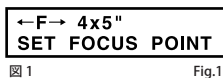

図1 Fig.1
1. Fモードを選択し、使用するフォーマットを合わせます。(図1)
2. “SET FOCUS POINT” と表示されますので、被写体のピントを合わせたい部分、この場合車のハンドルにピントを合わせ、その位置でSETボタンを押します。(図1→2)